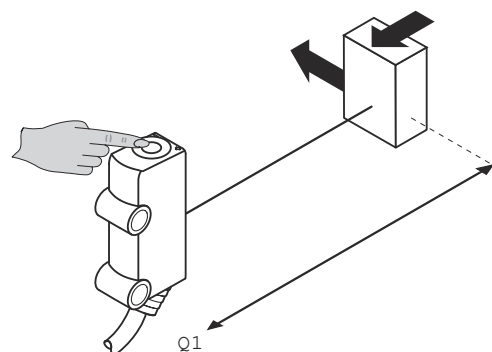

Рисунок 6: Настройка расстояния срабатывания
- 1 Поместить объект на желаемом расстоянии в траекторию луча устройства (соблюдать мин. и макс. расстояние срабатывания, см. рисунок 6, страница 148).